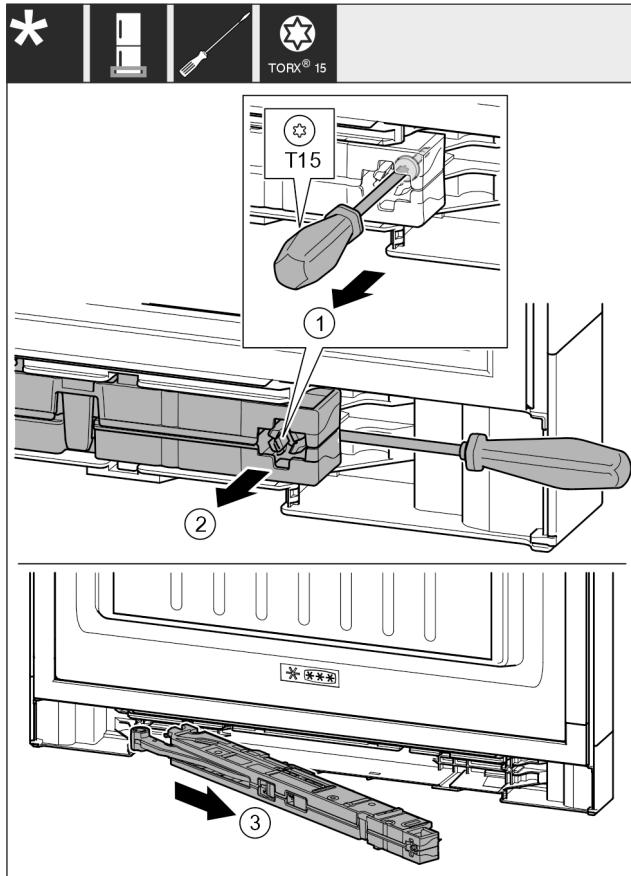

Fig. 15
- Ослабьте винт на узле амортизатора с помощью отвертки T15 примерно на 14 мм. Fig. 15 (1)
- Переместите отвертку со стороны ручки за узел амортизатора. Поверните узел вперед. Fig. 15 (2)
- Извлеките узел. Fig. 15 (3)